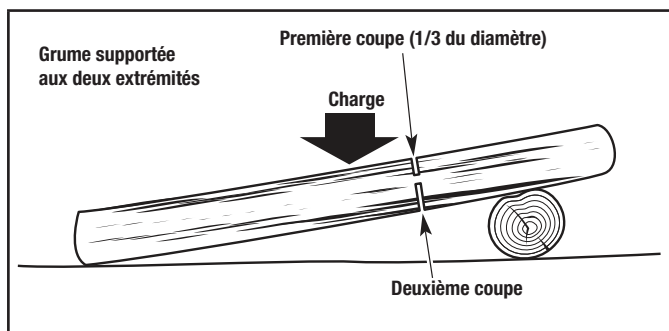

Figure 17
- 1b. Si la grume est soutenue par les deux extrémités (Fig. 17), effectuez la première coupe par le haut (découpage par dessus). Reportez-vous à la rubrique Découpage par dessus.